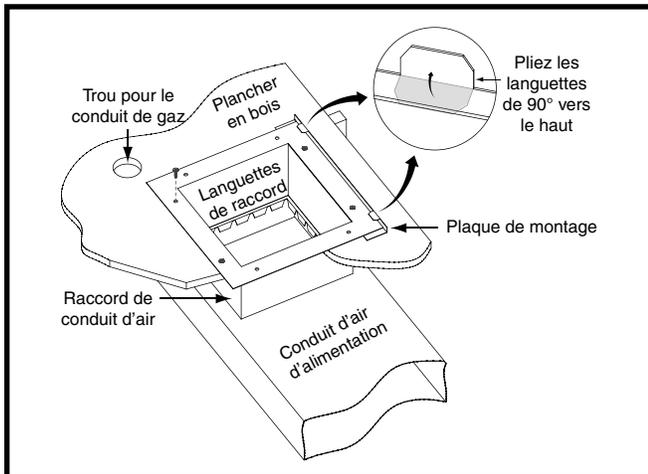

Figure 8. Raccord de conduit standard installé
2. Marquez l'emplacement de l'ouverture du conduit d'alimentation en air en tirant un trait autour des languettes du raccord de conduit. Voyez la Figure 8 \(page 8\).
5. Installez la plaque de montage facultative sous la surface arrière du raccord de conduit tel qu'illustré à la Figure 8. Alignez les trous pour vis dans les deux composantes.